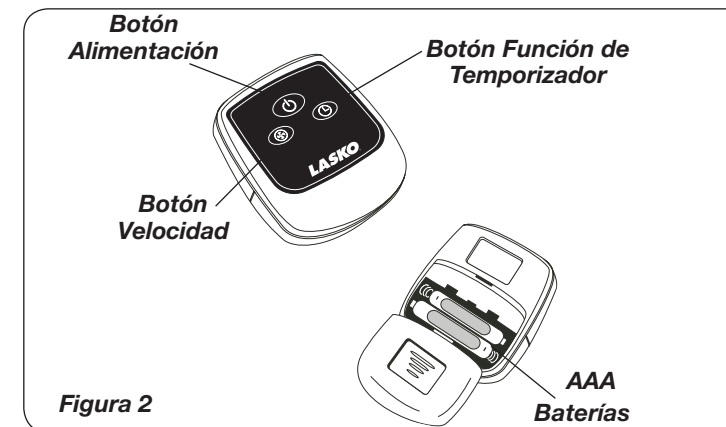

Figura 2
Todas las funciones realizadas con el Control Remoto funcionan idénticamente a los controles manuales. (Figura 2).
1. Instale la baterías (no suministró) como mostrado en la Figura 2. La batería es tipo "AAA".